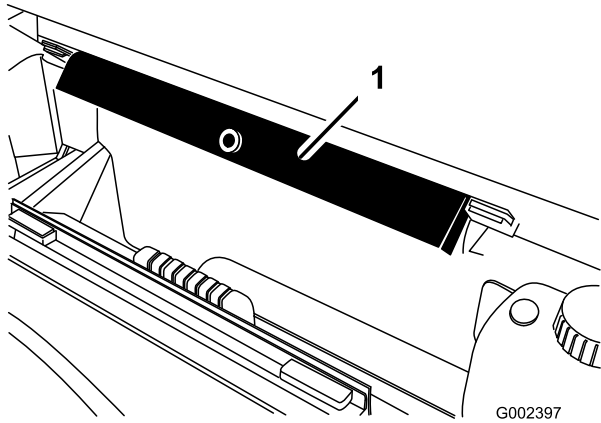

図 40
2. ROPS パネルの後ろについている保管用ブラケットから荷台サポート安全サポートを取り外す(図 40)。